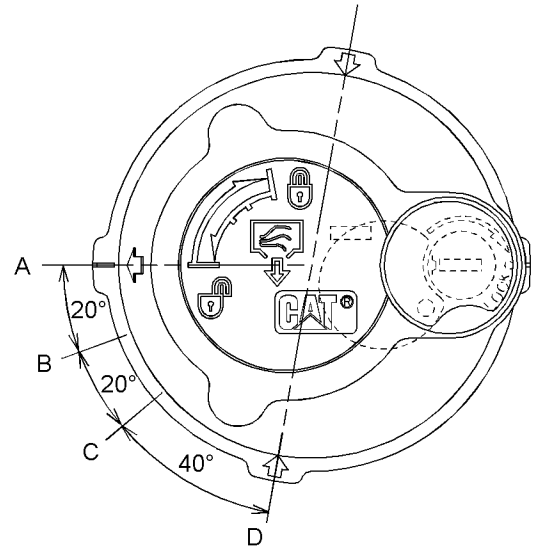

Ilustración 241
- (A) Posición TRABADA
- (B) Posición ALIVIO DE PRESIÓN - ARRANQUE
- (C) Posición ALIVIO DE PRESIÓN - FINALIZAR
- (D) Posición ABIERTA
1. Suelte la presión que puede haber en el circuito hidráulico de retorno con el siguiente procedimiento. Consulte la Ilustración 241 para ver las posiciones de la tapa del tubo de llenado.
- a. Gire la tapa del tubo de llenado hacia la izquierda y mueva la flecha de la posición (A) a la posición (B).
- b. Suelte la presión durante un mínimo de 45 segundos moviendo la flecha de la posición (B) a la posición (C).
- c. Oprima la tapa del tubo de llenado hacia abajo y mueva la flecha de la posición (C) a la posición (D).